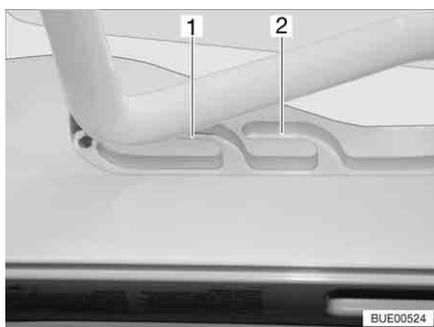
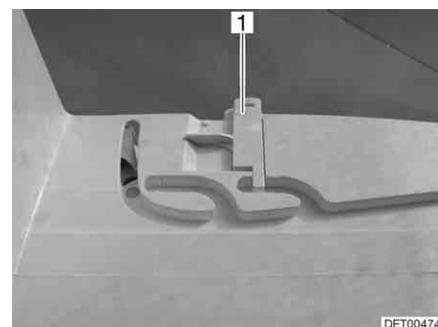

Bild 127 Heki-Dachhaube in Lüftungsstellung
Bild 128 Verriegelung Lüftungsstellung
Die Heki-Dachhaube kann in zwei Lüftungsstellungen gebracht werden: Schlechtwetterstellung (Bild 127,1) und Mittelstellung (Bild 127,2). Je nach Modell kann die Dachhaube in der Mittelstellung mit den beiden Riegeln (Bild 128,1) links und rechts am Rahmen der Dachhaube verriegelt werden.
- Den Bügel leicht nach oben drücken und in die gewählte Führung (Bild 127,1 oder 2) schieben und ggf. verriegeln.